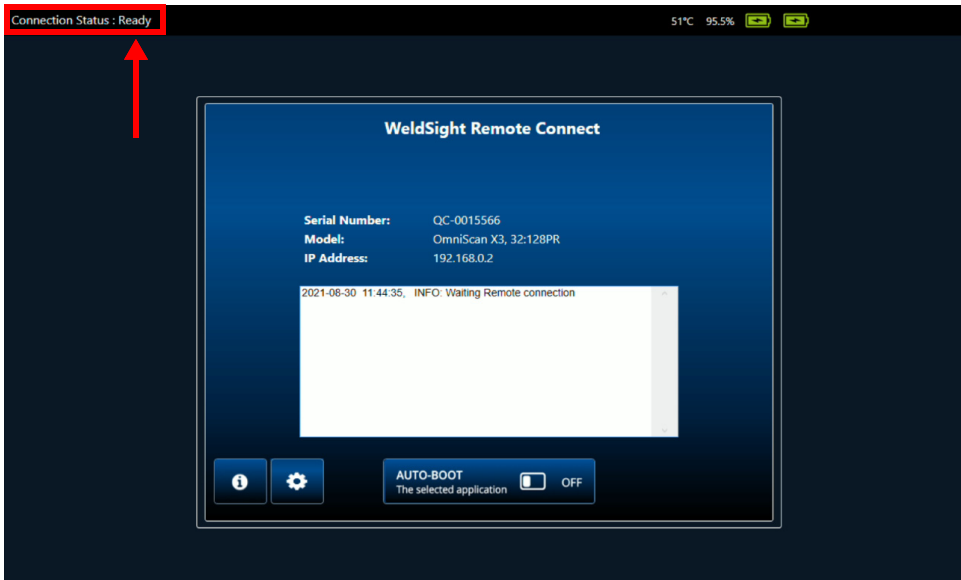

図 7-5 接続状態 - Ready
- WeldSight Remote Connect のステータスは、OmniScan X3 がコンピュータとの有効な接続を検出すると、Not Ready から Ready になります（76 ページの図 7-5）。